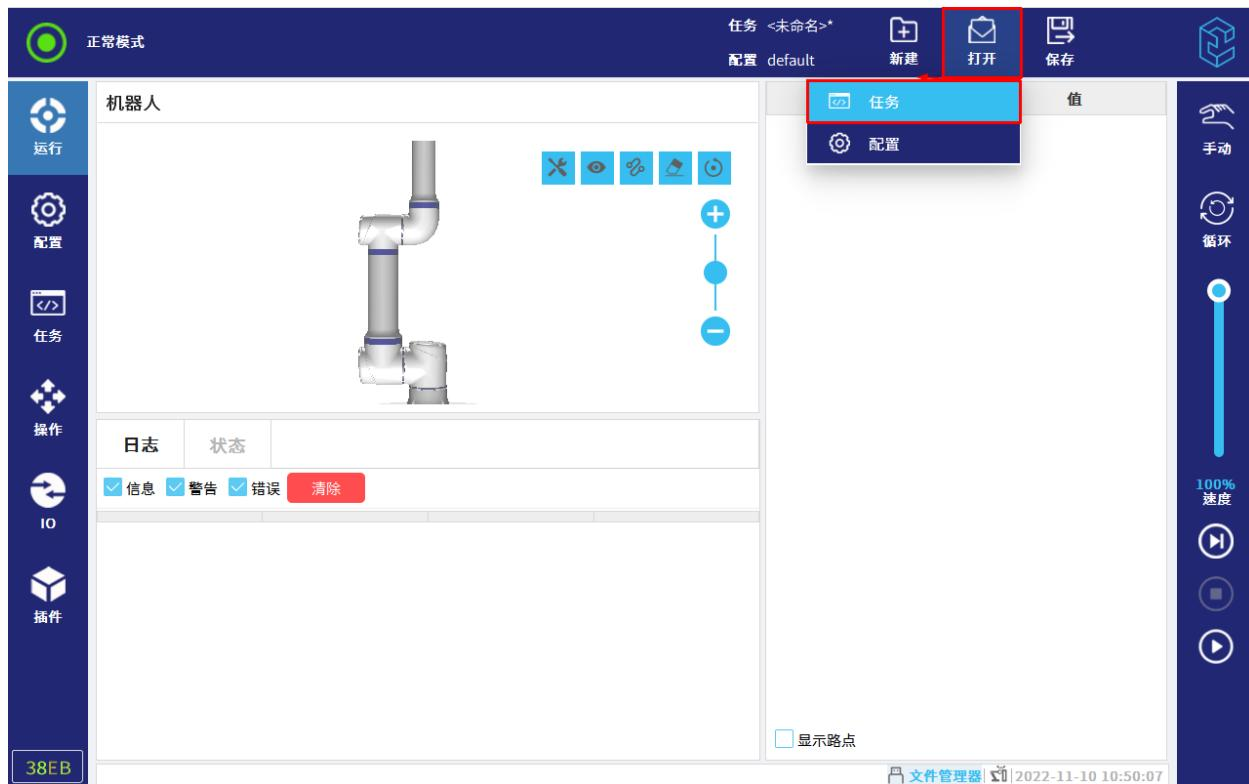

图 8-7 打开任务
- 在任务和配置管理器中，点击“打开”，然后选择“任务”，如图 8-7 所示。